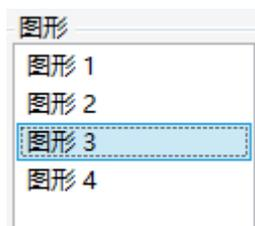

图 5.2.2b 图形列表选中显示
操作：①选中需要改变次序的图形，以图形 3 为例，选中的图形会显示为蓝底，画布中，图形会出现蓝色的框选样式，如图 5.2.2b、5.2.2c 所示。